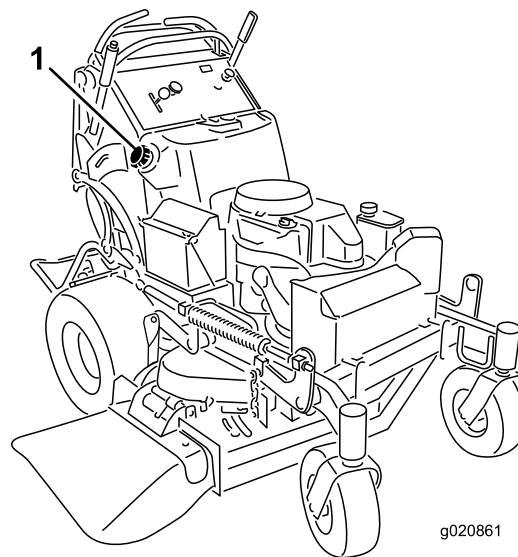

Figure 47
3. Nettoyez la surface autour du bouchon du réservoir de carburant pour éviter que des débris ne tombent à l'intérieur du réservoir (Figure 47).
6. À l'aide de la pompe siphon, vidangez le carburant dans un bidon propre (Figure 47).